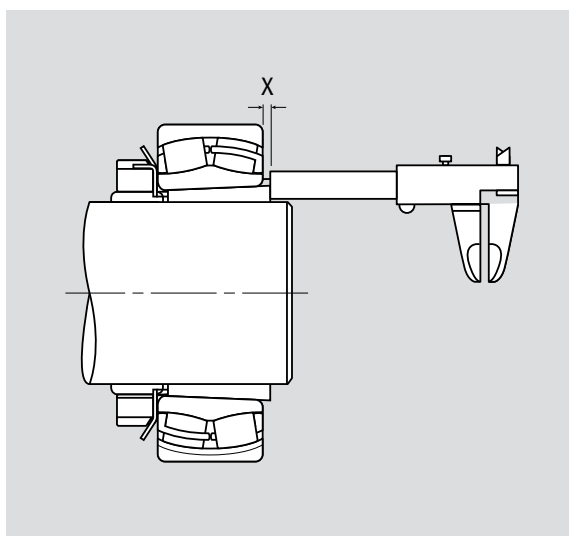

Рис. 3
5. Измерьте размер „X“, как показано на **Рис. 3**.